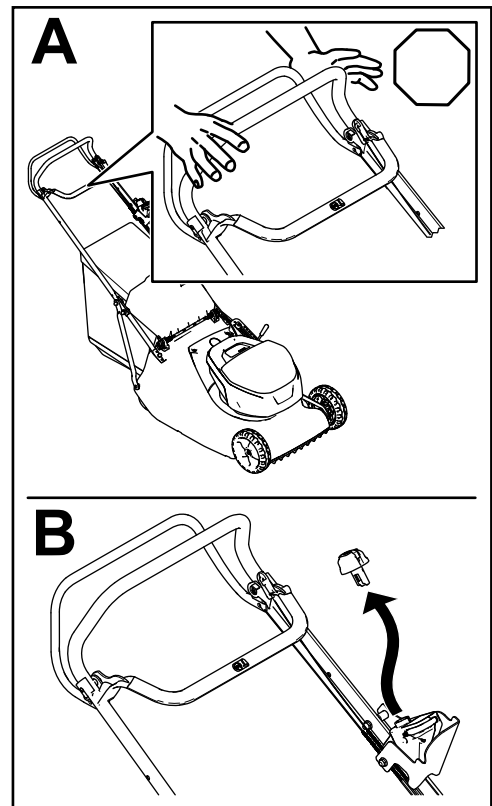

Figura 21
1. Suelte la barra de control de la cuchilla (Figura 21, A).
2. Retire el botón de arranque eléctrico del interruptor de arranque eléctrico (Figura 21, B).